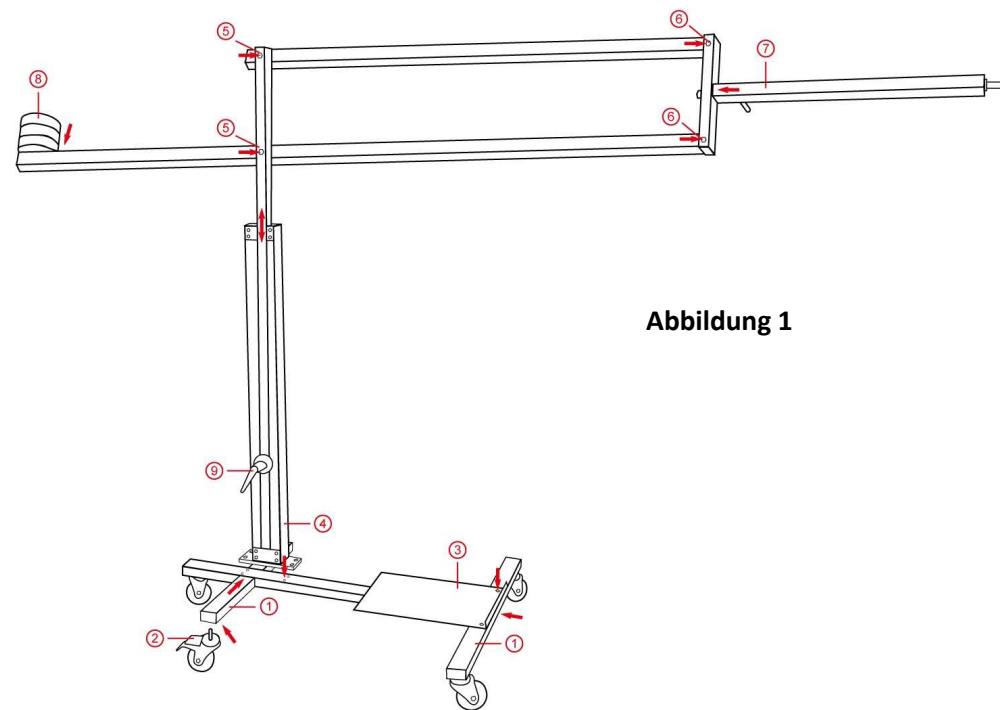

Abbildung 1
6.1 Galgen-/Schwebestativ montieren. (Siehe Abbildung 1)